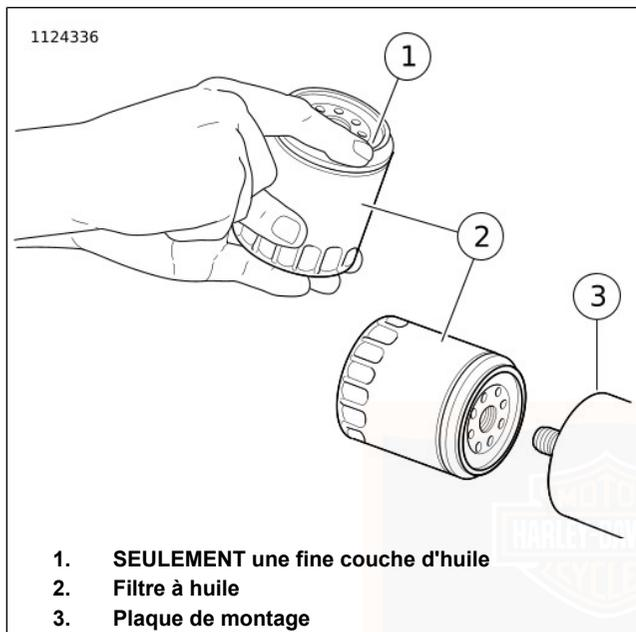

Figure 64. Application d'une fine couche d'huile
7. Voir Figure 64. Poser un filtre à huile **neuf**.